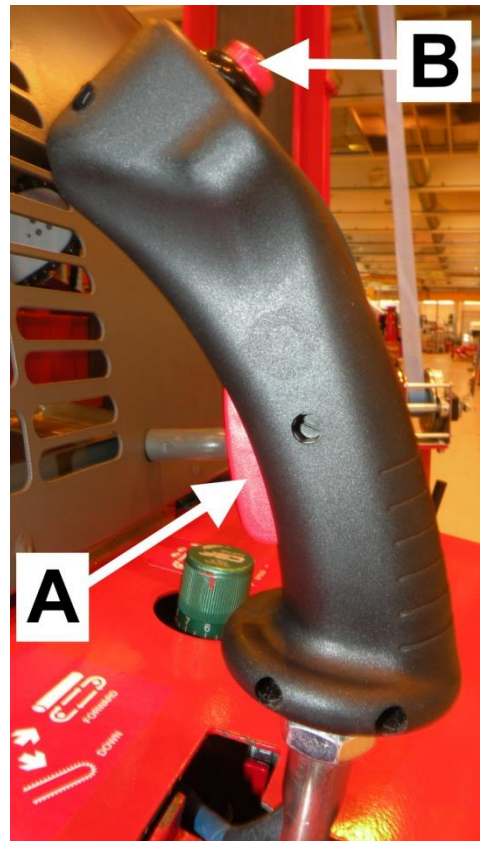

Bild 11, Joystick
- Knapp A för start av sågkedjan på bild 11
8. Starta klyvrörelsen med joystick F i bild 10 genom att sänka kapsvärdet helt till det nedre läget och genom att lyfta joysticken till det övre läget. Klyvrörelsen ska vara normal. Klyvrörelsen kan även startas med hjälp av knapp B på joysticken (bild 11).
10. Kontrollera att sågkedjan startar med knapp A på joysticken i bild 11.
4. Kapa veden genom att trycka på knapp B på joystick D (Bild 11) som startar sågkedjan. Styr sågsvärdet till nedre läge genom att föra joystick D bakåt.
Därtill kan man starta klyvningen genom knapp B på manöverspak F (bild 11). Det lönar sig att använda sig av denna egenskap bl.a. efter att det sista trädet som ska klyvas har fallit i klyvrännan så att användaren inte i onödan behöver föra kapsvärdet till det nedre läget, utan klyvningen kan startas snabbare med hjälp av denna knapp.